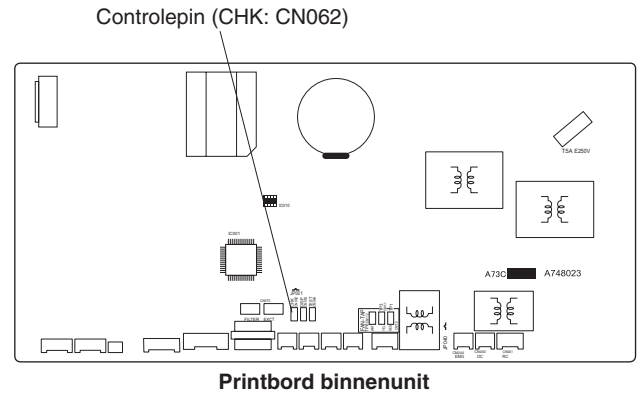

Afb. 3-17
- Zet geen kracht op de leidingen aan de kant van de unit wanneer u de afvoerpijp aansluit. De pijp mag niet zonder ondersteuning aan de aansluiting met de unit hangen. Maak de pijp zo dicht mogelijk bij de unit vast aan een muur, balk of ander constructiedeel. (Afb. 3-17)